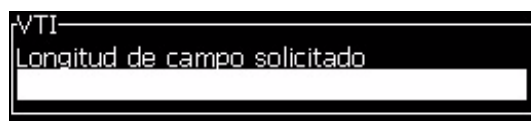

Figura 5-26. Cuadro de diálogo *Field Length (Longitud de campo)*
- 8 Pulse la tecla *Enter* para abrir la ventana *Prompted Field Length (Longitud de campo solicitado)* (consulte Figura 5-26).